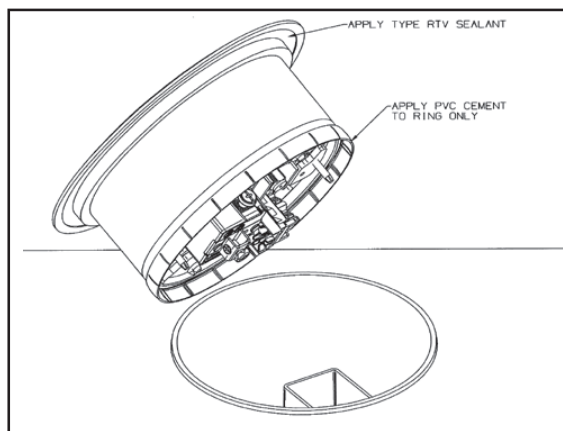

FIGURE 3
15. Carefully apply PVC cement to PVC Leveling/Retainer Ring per manufactures instructions. (Fig. 3)
**MULTISERVICES (ÉNERGIE/TÉLÉPHONE-DONNÉES) UN SÉPARATEUR BASSE TENSION EST REQUIS. UTILISER UN SÉPARATEUR NUMÉRO : RF408 (FIG. 3).**
15. Appliquer soigneusement du ciment à PVC sur l'anneau de nivellement/de retenue en PVC conformément aux directives du fabricant. (Fig. 3).
**MULTISERVICIO (ENERGÍA/TELÉFONO-DATOS) SE REQUIERE UN DIVISOR DE BAJA TENSIÓN. USAR EL NÚMERO DIVISOR: RF408 (FIG. 3)**
15. Aplicar cuidadosamente cemento al aro de nivelación/retención en PVC siguiendo las instrucciones del fabricante (Fig. 3).